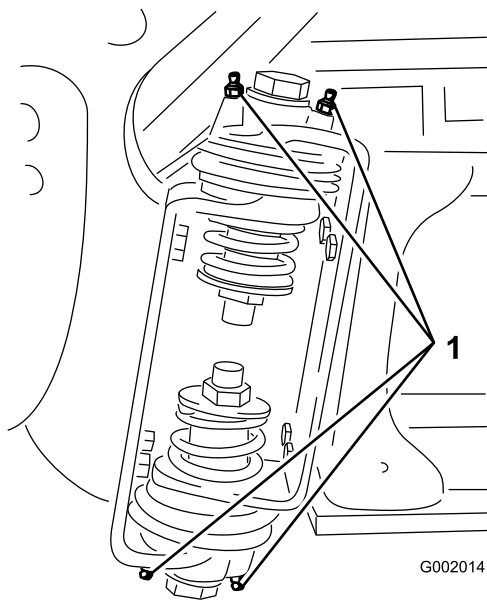

Bild 36
2. Pressen Sie Fett in die Lager oder Büchsen jedes Anschlussstückes Bild 36.